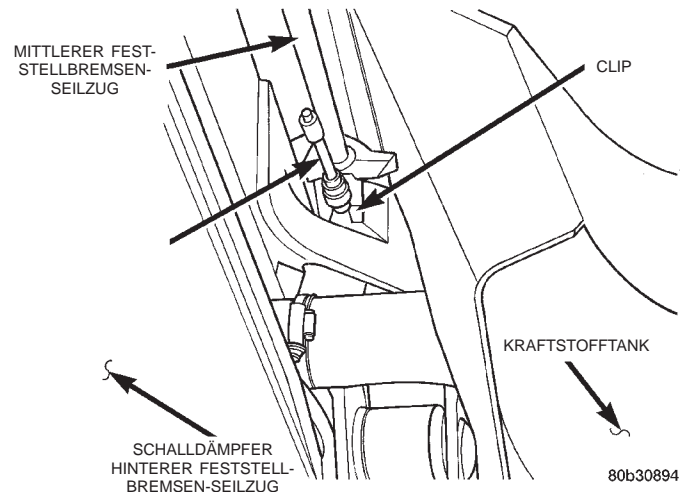

Abb. 71 Halteclip/linker hinterer Seilzug
(1) Die Einstellmutter/Feststellbremsen-Spannvorrichtung lösen, bis die Seilzüge nicht mehr gespannt sind.
(4) Den Halteclip lösen, mit dem der auszubauende hintere Seilzug am Querträger fixiert ist (Abb. 71).
(5) Das Fahrzeug so weit absenken, dass sich die Hinterradbremsen in einer bequemen Arbeitshöhe befinden.